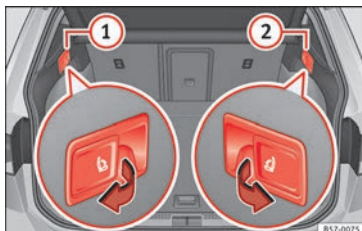

Fig. 153 Nel bagagliaio: leve per lo sblocco a distanza del lato sinistro (1) e destro (2) dello schienale posteriore
- Tirare la leva di sblocco a distanza dal lato sinistro » **fig. 153 (1)** o destro (2) dello schienale nel senso della freccia. Il lato sbloccato dello schienale posteriore si ribalta automaticamente in avanti.